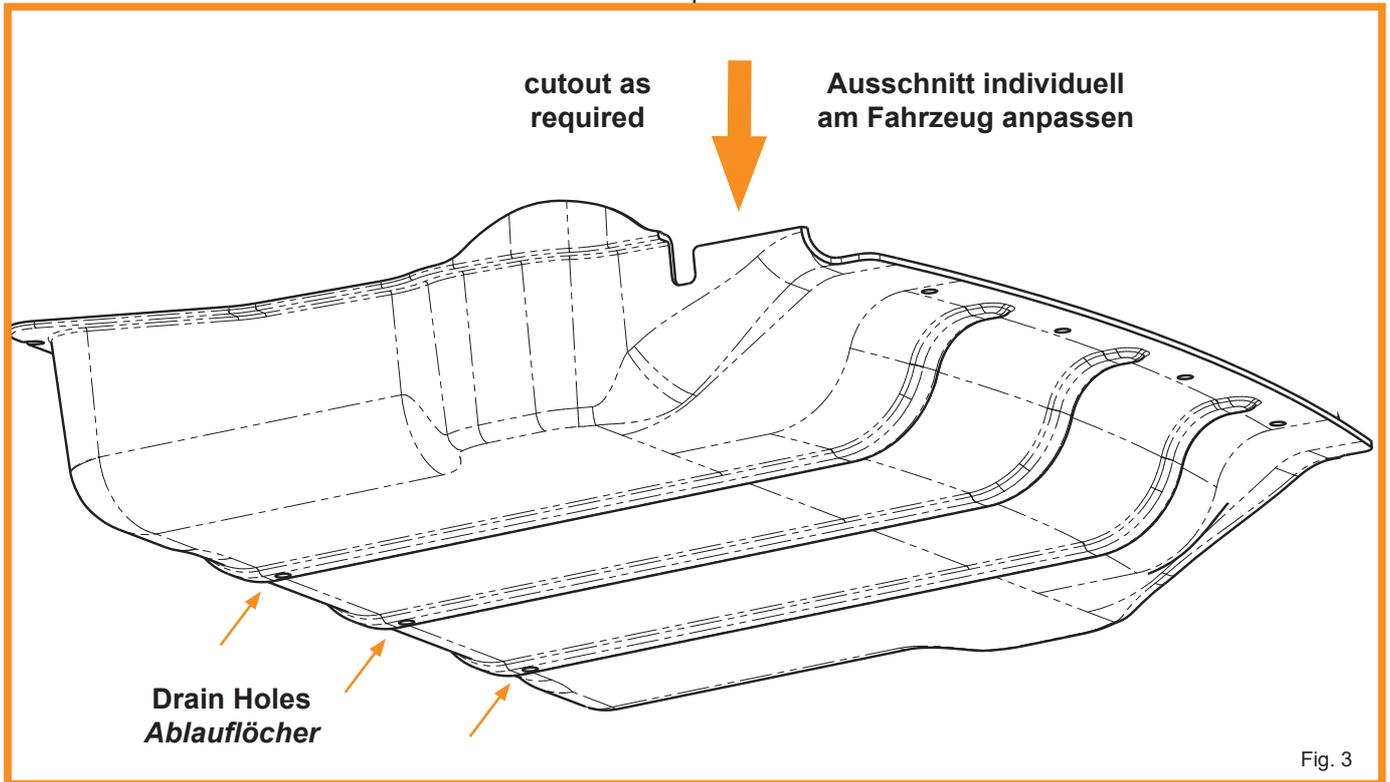

Fig. 3
- In the front area, this concerns the clearance to the cross member of the rack and pinion steering and an optionally available tow hook. (Fig 3.)
- Im vorderen Bereich betrifft dies die Freigängigkeit zu dem Querträger der Zahnstangenlenkung und einem optional vorhandenen Abschlepphaken. (Fig 3.)
- Create 8 mm diameter holes at the marked locations (Fig. 3). These serve as drain holes.
- Erstellen Sie an den markierten Stellen (Fig. 3) Bohrungen mit 8 mm Durchmesser. Diese dienen als Abflussmöglichkeit.